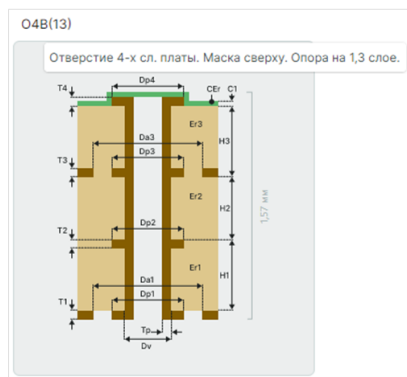

Рис. 29 Модель O4B(13)
Кодовое обозначение модели ПО складывается из аббревиатуры отверстия, обозначения количества слоев в структуре платы и расположения выбранных слоев маски и опорных слоев. Например, кодовое обозначение О4В(13) принято для модели четырехслойной печатной платы с маской на верхнем слое и опорными слоями на 1 и 3 слоях ПП, см. Рис. 29.